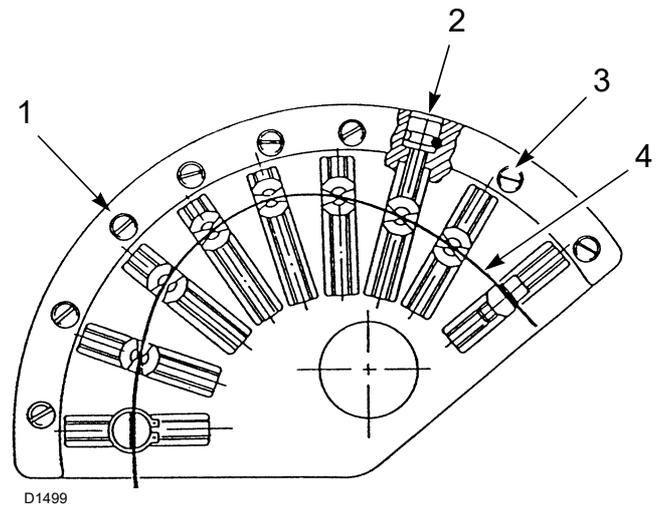

Fig. 36
Leyenda (Fig. 36)
Variar en progresión el perfil inicial de la leva 1)(Fig. 36) utilizando los tornillos 2)(Fig. 36).
El paso de una posición a la siguiente se obtiene manteniendo presionado el selector 2)(Fig. 36) en el símbolo (+) o (-).
Para una mejor repetibilidad de regulación, tome la precaución de parar la rotación del grupo levas cuando el cojinete superior que se desliza por el perfil 4)(Fig. 36) se encuentre alineado con uno de los tornillos de regulación 2)(Fig. 36).
Enroscar o desenroscar el tornillo 2)(Fig. 36) seleccionado para aumentar o disminuir el caudal de aire y adecuarlo al caudal de gas correspondiente.
Una vez realizadas las regulaciones de las potencias (máxima, mínima e intermedias), es importante bloquear todos los tornillos de regulación del aire 2)(Fig. 36) mediante los tornillos de bloqueo 3)(Fig. 36) para evitar posibles desplazamientos de las posiciones de regulación aire - gas.
- B Leva aire:** utilizar los tornillos de regulación 2)(Fig. 36) después de haber aflojado los tornillos 3)(Fig. 36).
- C Leva gas:** utilizar los tornillos de regulación 2)(Fig. 36) después de haber aflojado los tornillos 3)(Fig. 36).
- Regular el caudal de aire mediante la regulación de la leva de perfil variable utilizando los tornillos 2)(Fig. 36).
- Una vez que se logró una regulación óptima, recordar bloquear los tornillos de regulación de los perfiles de las levas mediante los tornillos 3)(Fig. 36).